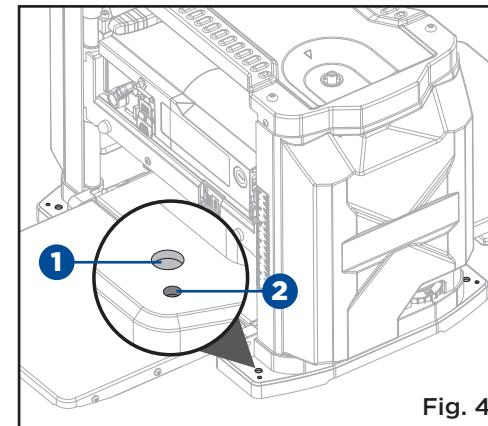

Fig. 4
**MONTAGE SUR ÉTABLI (Fig. 4)**